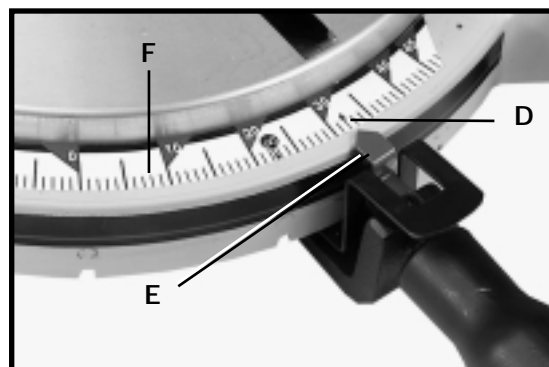

Fig. 16
De plus, un indicateur triangulaire (D), fig. 16, est fourni sur l'échelle de la scie aux positions de coupe en onglet de 31,6° à droite et à gauche pour la coupe de corniches. (Reportez-vous à la section «**COUPE DE CORNICHES**» dans cette notice.)
L'aiguille (A) fig. 16, indique l'angle réel de la coupe. Chaque division de l'échelle graduée (F) représente 1°. En fait, lorsque l'aiguille est déplacée d'une division à une autre sur l'échelle, l'angle de coupe change de 1°.